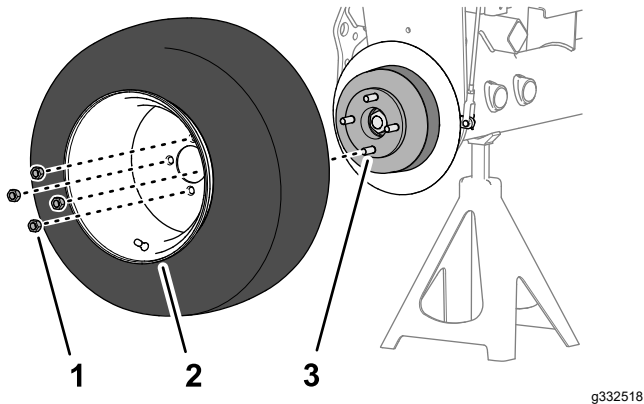

Bild 74
1. Montieren Sie das Rad mit den vier Radmuttern (Bild 74) an der Nabe und ziehen Sie die Radmuttern handfest an.